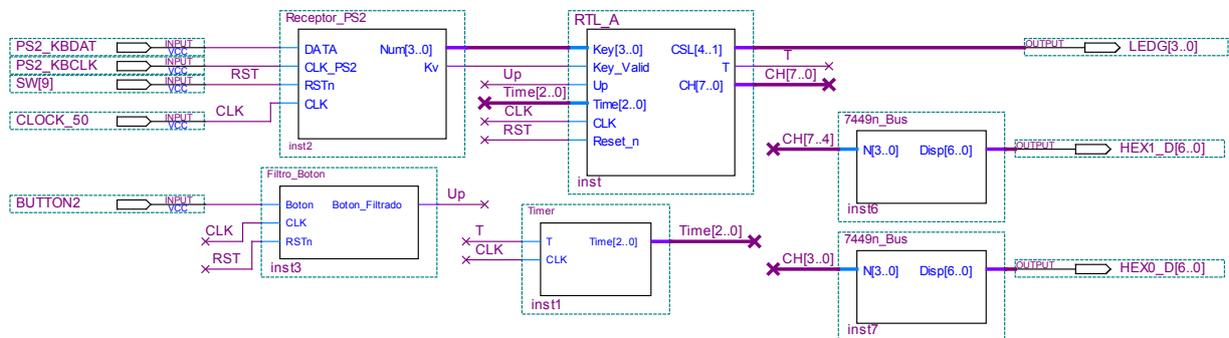
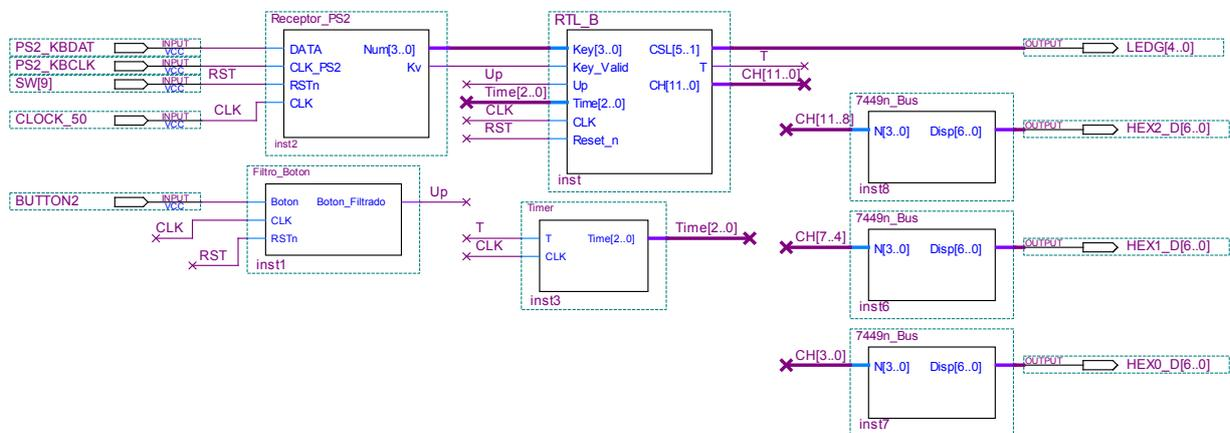

Figura 5. Circuito de prueba de la parte b)
Figura 6. Circuito de prueba de la parte c)
- Generar un proyecto **RTL_A** a partir de los bloques definidos anteriormente. Se debe agregar CSL[4..1] como salida (ver figura 5) a los efectos de facilitar las pruebas. Simular.
- Generar un proyecto con el circuito de la figura 5. Analizar lo que se deberá observar y el por qué, programar la placa y verificar el funcionamiento.
- Para evitar los rebotes en el botón, se debe utilizar el circuito proporcionado **Filtro_Boton**, de acuerdo al circuito de la figura 5.
- Generar un proyecto con el circuito de la figura 6 que es similar al de la figura 5; se cambia **RTL_A** por **RTL_B**, se agrega un dígito al display y un led más. Analizar lo que se deberá observar y el por qué, programar la placa y verificar el funcionamiento.